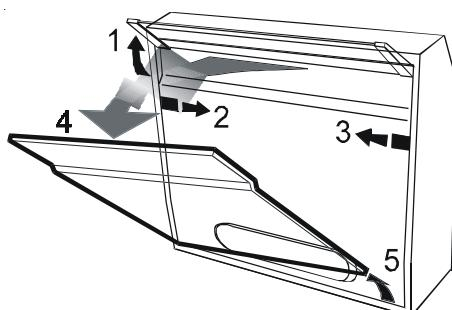

Рис. 11
- Откройте вентиляционную решетку (рис. 11).
- Откройте задвижку и опустите решетку вниз (рис. 11).
- b) Снимите вентиляционную решетку (рис. 11).
- c) Выдвиньте штырек (1).
- d) Поверните фильтр против часовой стрелки (2).